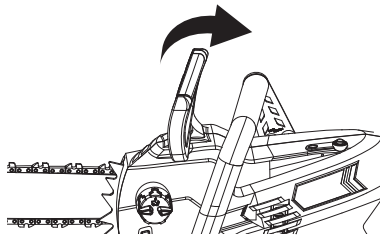

Fig. 17
Poignée de frein [2] désenclenchée: l'appareil est prêt à l'emploi (Fig. 17).
1. Vérifiez que la poignée de frein [2] est bien désactivée. Désactivez la poignée de frein [2] en la tirant vers l'arrière, en direction de la poignée avant [1] (Fig. 17).
1. Vérifiez que la poignée de frein [2] est bien désactivée (voir Fig. 17 ci-dessus).